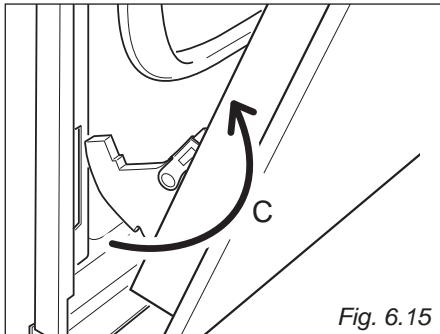

Fig. 6.15
- Retirez les crochets de charnière de leur emplacement en suivant la flèche "C" (fig. 6.15).